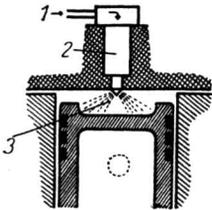

Bild 14. Die direkte Einspritzung
1. Direkte Einspritzung (Bild 14)